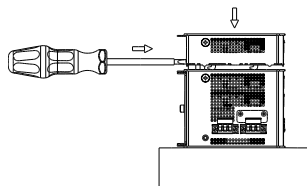

Abb. 3
- Drücken Sie mit der anderen Hand auf die Erweiterung (s. Abb. 3)